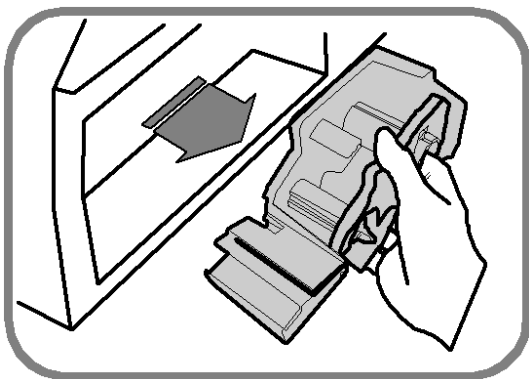

Рисунок 1.11 – Извлечение картриджа
2. Выньте картридж (см. рисунок 1.11).